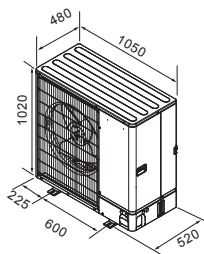

Fig. 2-3
2.3. Ārējie izmēri (ārējā iekārta) (Fig. 2-3)